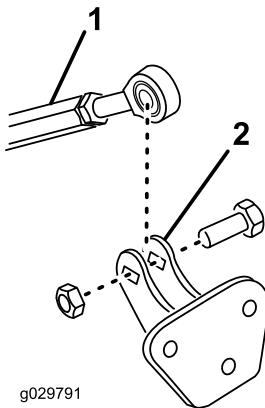

図 10
5. ねじ山付きリンクの端をリンクサポートアセンブリに固定するボルト $1/2 \times 1-1/2$  インチ1本、ロックナット $1/2$  インチ1個を使用して図 10のように取り付ける。